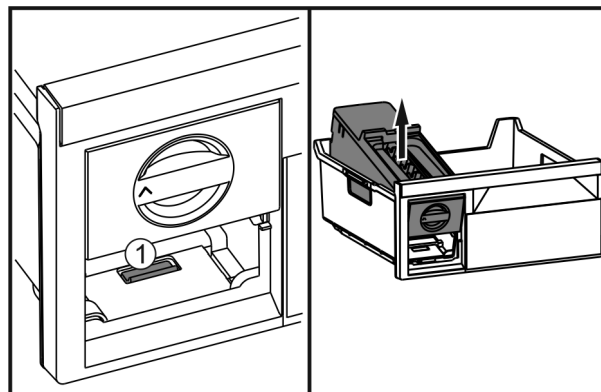

Fig. 40
- ▶ Нажать на накладку Fig. 40 (1), EasyTwist-Ice поднять сзади и вынуть из выдвижного ящика морозильника.